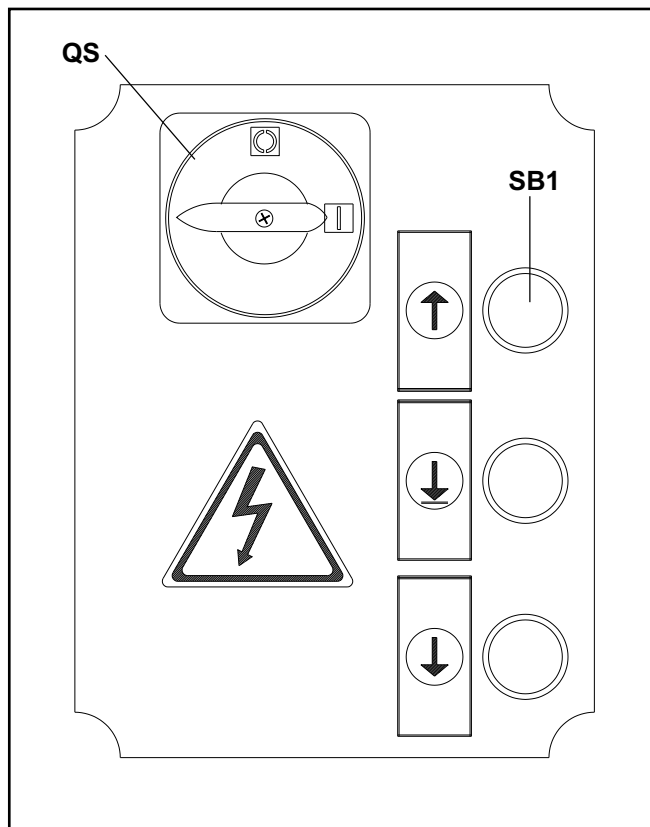

Fig.49
- 3) Chiudere il coperchio del quadro elettrico, ruotare l'interruttore generale (QS, Fig.49) in posizione 1, premere il pulsante di salita (rif.SB1, Fig.49) se il senso di rotazione non corrisponde con quello della freccia, invertire tra loro 2 fasi dell'alimentazione.
- 3) Close the cover of the electric box, turn the main switch (QS, Fig.49) to position 1, press the up push button (ref. SB1, Fig.49) and, if the direction of rotation does not correspond to that shown by the arrow, reverse the 2 power supply phases.